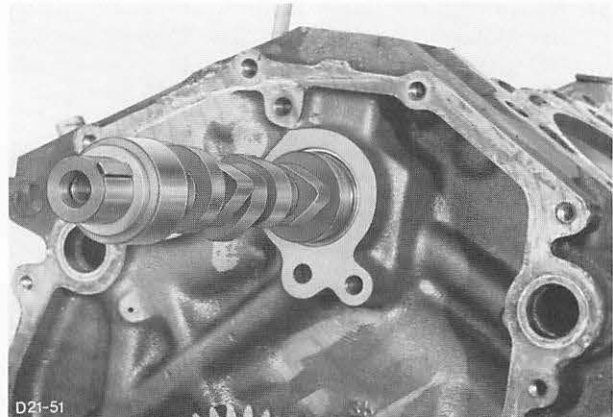

Abb. 159 Nockenwelle einbauen
41. Nockenwelle vorsichtig vom vorderen Lager her einbauen, Abb. 159. Vor Einbau den Abstandsring mit der Fasenseite auf die Nockenwelle schieben und Scheibenfeder einsetzen. Halteplatte mit selbstsichernden Schrauben mit vorgeschriebenem Drehmoment festdrehen.